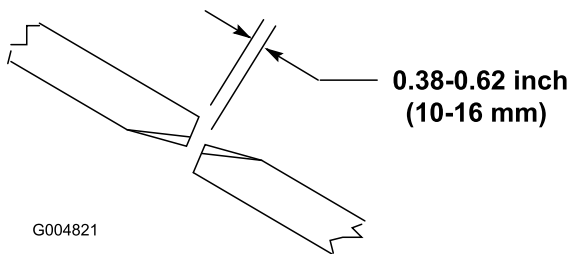

Bild 28
Für den richtigen Betrieb des Mähwerks muss ein Abstand von 10 mm bis 16 mm zwischen den Messerspitzen des Seit- und mittleren Mähwerks bestehen (Bild 28).
- Drehen Sie ein mittleres und ein daneben befindliches seitliches Messer, sodass die Messerspitzen ausgerichtet sind. Messen Sie den Abstand zwischen den Messerspitzen, der Abstand sollte ungefähr 10 mm bis 16 mm betragen (Bild 28).